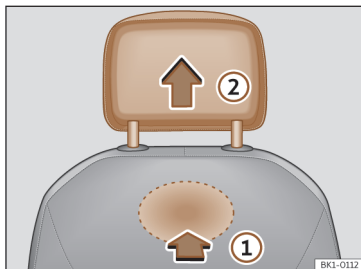

Fig. 98 Encosto de cabeça dianteiro: desmontagem.
- Para desbloqueá-lo, procure o entalhe situado na parte traseira do encosto na zona marcada e pressione no sentido da seta >>> Fig. 98 ①.
- Retire o encosto de cabeça no sentido da seta ②.